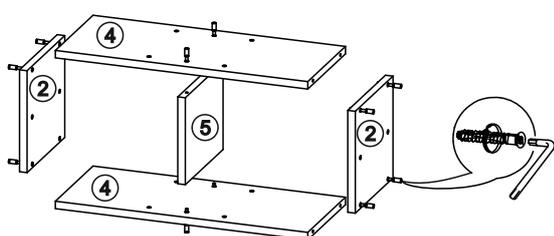

рис. 1
1. К вязкам (4) прикрутить боковины (2) и вязку (5) евровинтами (рис. 1)